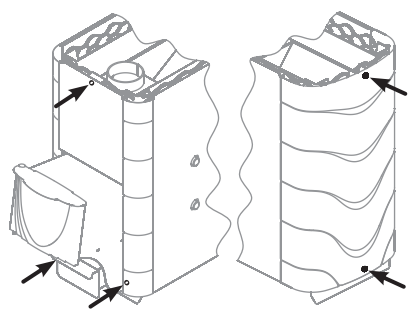

Bild 11. Demontage des Ofenkonvektors «Tunguska»
2. 5 Bohrschrauben lösen und Konvektor abnehmen (Bild 11)